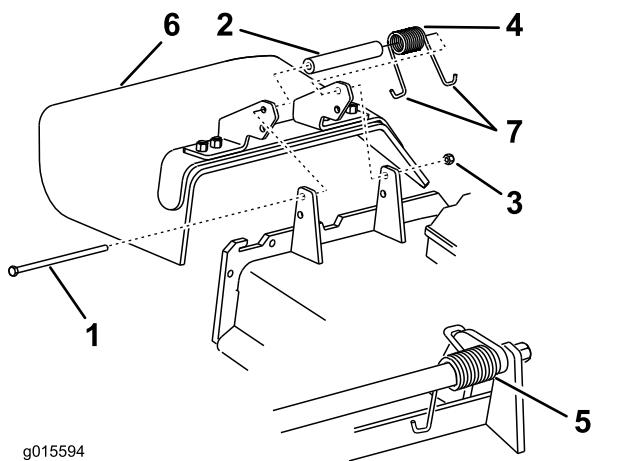

Figura 97
1. Togliete il dado di bloccaggio, il bullone, la molla e il distanziale che fissano il deflettore alle staffe orientabili del tosaerba (Figura 97). Togliete il deflettore dell'erba tagliata se è danneggiato o consumato.
Nota: Verificate che un'estremità **J** della molla si trovi dietro il bordo del piatto di taglio prima di montare il bullone, come illustrato nella Figura 97.
3. Montate il bullone e il dado. Infilate un'estremità a gancio **J** della molla attorno al deflettore dello sfalcio (Figura 97).